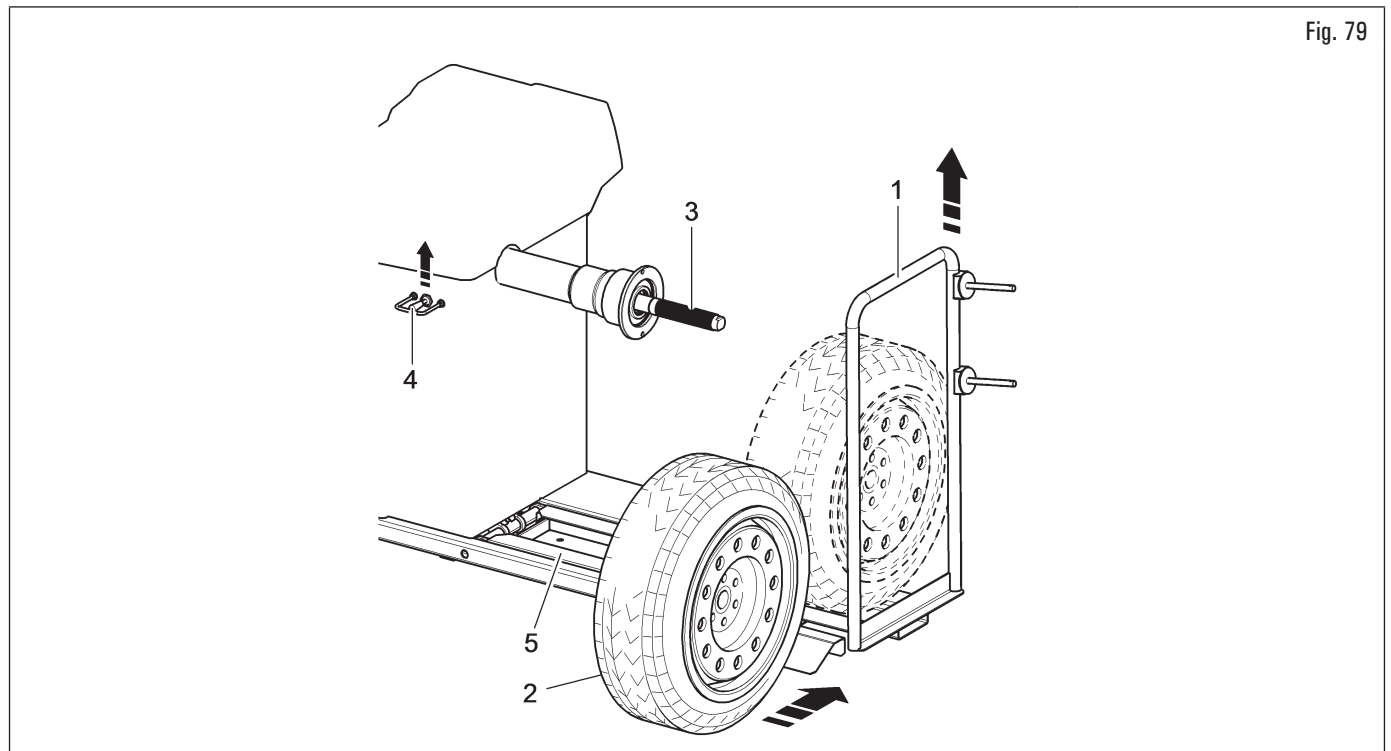

Fig. 79
1. Déplacer vers droite le support roue (Fig. 79 réf. 1) ;
2. libérer la roue (Fig. 79 réf. 2) de tout corps étranger : poids déjà existants, pierres et boue, et s'assurer que le mandrin (Fig. 79 réf. 3) et la zone de centrage de la jante soient propres, avant de monter et fixer la roue sur le mandrin ;
3. positionner la roue (Fig. 79 réf. 2) sur l'appui roue (Fig. 79 réf. 1) avec la côté interne de la jante vers l'équilibreuse. Actionner le commande de l'élévateur (Fig. 79 réf. 4) et, en le maintenant soulevé, faire monter la plate-forme (Fig. 79 réf. 5) ;
4. déplacer le support de roue vers la gauche (Fig. 79 réf. 1) et, en même temps, centrer la roue sur le mandrin avec un minimum d'effort, quel que soit son poids ;